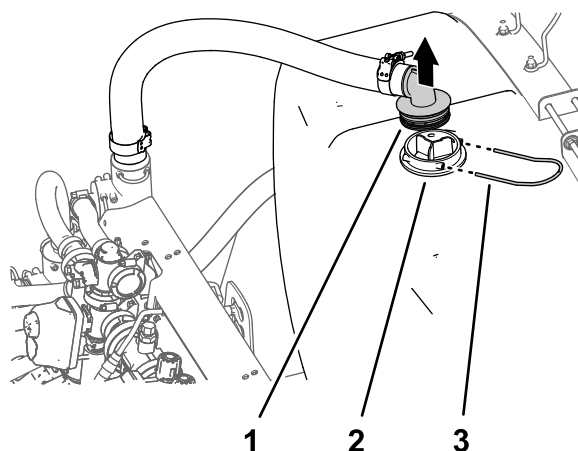

図 12
4. 液剤散布用給液ホースの、バーブ付き90°フィッティングを吸い込みスクリーンのハウジングに固定しているリテーナを取り外す **図 12**。